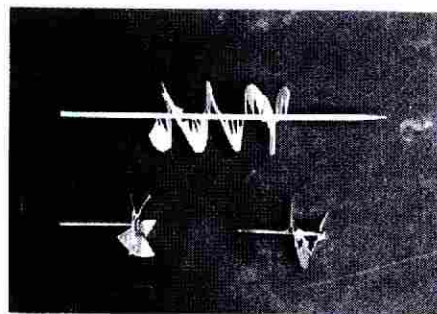

図2 アルキメデスのねじとスクリュー
アルキメディアン・スクリューを作るために、まずは旋形のねじを作るところから始める。同じ円板を利用してスクリューを作るのと同様に旋形のねじを作るのでは、軸に取り付ける部分が違う。スクリューは同じ中心位置に羽根の付け根をつけられる。ねじは外周が連続したら旋形になっており、中心は軸に沿って動き一致させられない(図2)。
- (1) アルミニウム板で半径1.6cmの円板を2枚作る。1枚は外周から中心に向かって切り込みを入れて4枚羽根のスクリューとし、他の1枚は、中心から外周に向かって切り込みを入れ、ら旋形スクリューとする(図2)。
- (2) スクリューに鉄の心棒を接着剤で付ける。スクリューに糸を付け、水を入れたメスシリンダー内で落下させ、その様子を観察し落下時間と回転回数を測る。